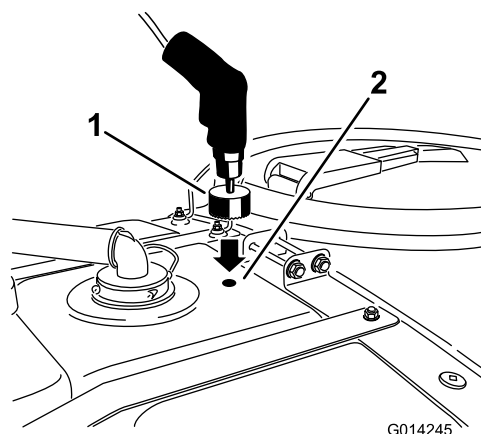

Figura 12
4. Utilize uma broca de 4,5 cm para fazer um furo na marca de perfuração (Figura 12).